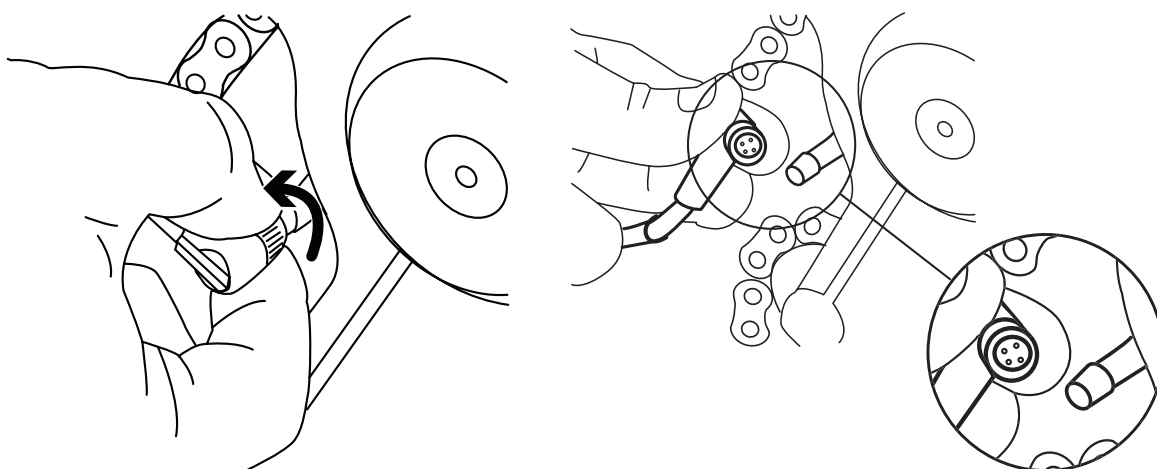

Fig.39: Connecteurs des capteurs optiques
6. Déconnectez les deux capteurs optiques comme c'est indiqué dans la figure 39.